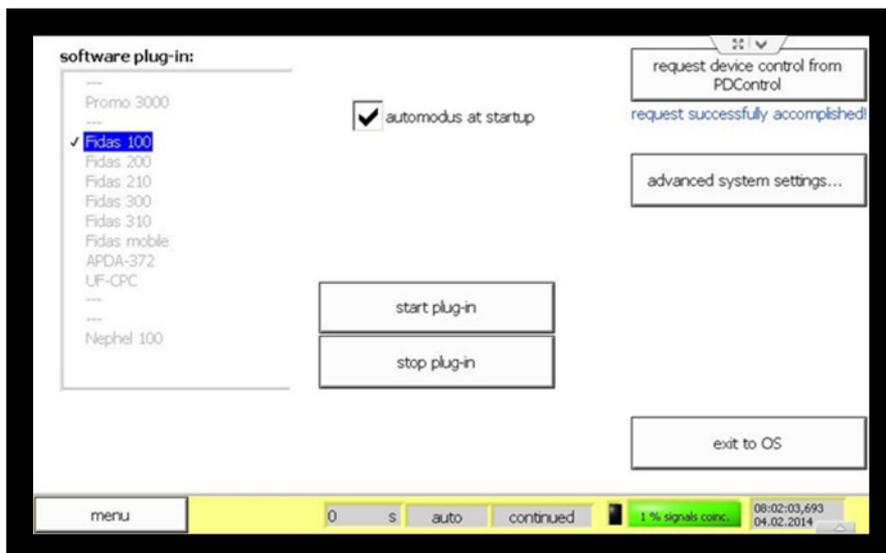

Abbildung 17: System menu
Sie befinden sich jetzt im "system"-Bildschirm (Abbildung 17). Fahren Sie fort, in dem Sie den Button "advanced system settings" anklicken:
- Sie befinden sich nun im "system" Bildschirm (siehe Abbildung 17). Fahren Sie fort, in dem Sie auf "exit to OS" klicken, um Zugang zum Windows Betriebssystem zu erhalten.